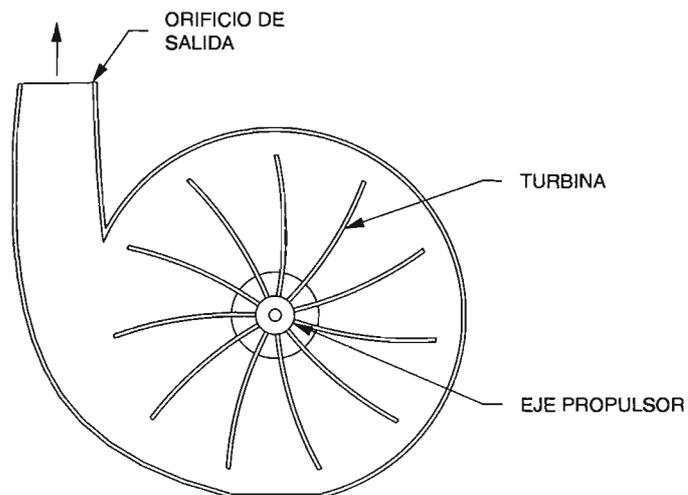

Figura 4-10. Motor neumático de turbina.
- La operación de un motor neumático de turbina se muestra en la Figura 4-10. Éste utiliza una rueda de turbina para convertir la energía cinética del aire en movimiento rotativo. Estos motores se emplean para accionar dispositivos tales como taladros pequeños o herramientas para pulir, como las que utilizan los dentistas. También pueden accionar sierras y taladros rotativos para trabajo pesado. Los motores de turbina convierten la energía del fluido en movimiento rotativo en una sola dirección.